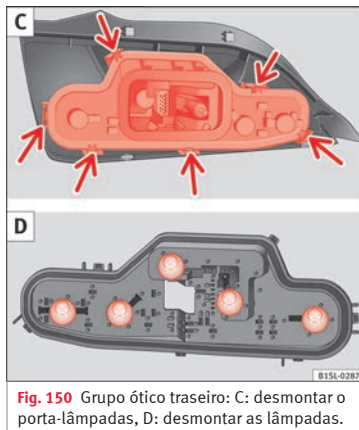

Fig. 150 Grupo óptico traseiro: C: desmontar o porta-lâmpadas, D: desmontar as lâmpadas.
- Desbloqueie o porta-lâmpadas das flanges de bloqueio (seta) » Fig. 150 C e extraia o porta-lâmpadas da luz traseira.
- Substituir a lâmpada avariada por uma lâmpada nova idêntica » Fig. 150 D.
- Coloque o porta-lâmpadas no grupo óptico traseiro. As linguetas de bloqueio (seta) devem encaixar de forma audível » Fig. 150 C.